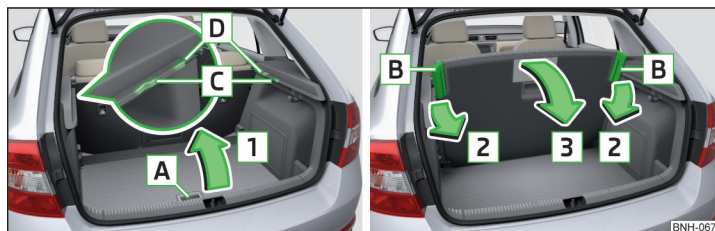

Abb. 99 Variablen Ladeboden hochklappen/herunterklappen
- › Den variablen Ladeboden am Griff **A** in Pfeilrichtung **1** anheben. Die klappbaren Ecken **B** müssen in den Bereichen **C** oder **D** („Parkstellung“) gesichert werden » Abb. 99.